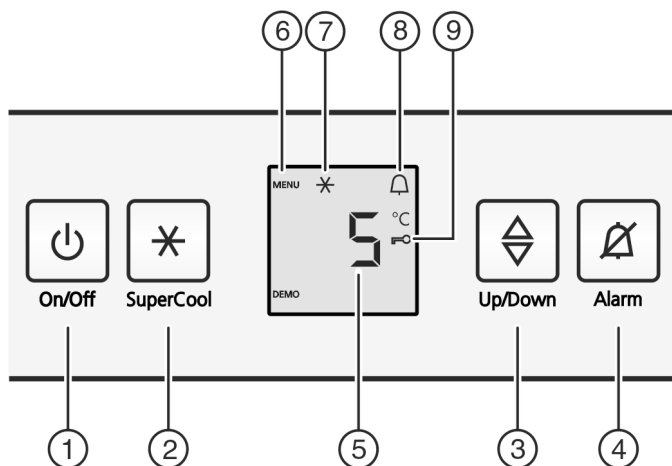

Fig. 2
- ▶ Stlačte tlačidlo On/Off Fig. 2 (1).
- ▶ Tlačidlo SuperCool Fig. 2 (2) stlačte na cca 5 sekúnd.
- ▷ Na indikátore sa zobrazí symbol Menu Fig. 2 (6).
- ▶ Tlačidlom SuperCool Fig. 2 (2) krátko potvrdte.
- ▷ Na indikátore svieti symbol detskej poistky Fig. 2 (9).
- ▶ Tlačidlom SuperCool Fig. 2 (2) krátko potvrdíte.
- ▶ Krátko stlačte tlačidlo On/Off Fig. 2 (1).
- ▶ Stlačte tlačidlo Alarm Fig. 2 (4).
- ▶ Vyvolanie funkcie teploty: Stlačte nastavovacie tlačidlo Fig. 2 (3).
- ▶ Zmena teploty v krokoch po 1 °C: Nastavovacie tlačidlo Fig. 2 (3) stláčajte tak často, kým sa na indikátore teploty rozsvieti požadovaná teplota.